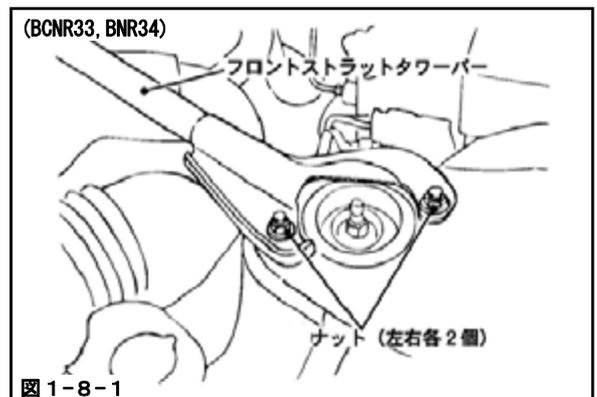

図 1-8-1
- (1) ナット(左右各2個)を外し、フロントストラットタワーを取外してください。(図1-8-1)